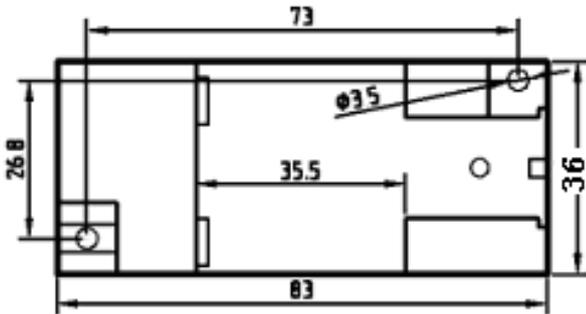

图 6: 安装尺寸图
如图 6 所示 (单位 mm)。
- ① 把变送器固定卡槽一侧勾在安装导轨上;
- ② 向下牵动弹簧销;
- ③ 使变送器卡口套在安装导轨上;
- ④ 松开弹簧销, 变送器卡在安装导轨上。
① 按图6中的螺孔位置在固定板上打直径为4mm孔;
- ② 使用小于 $\Phi 3.5$ 的螺钉插入孔中固定。